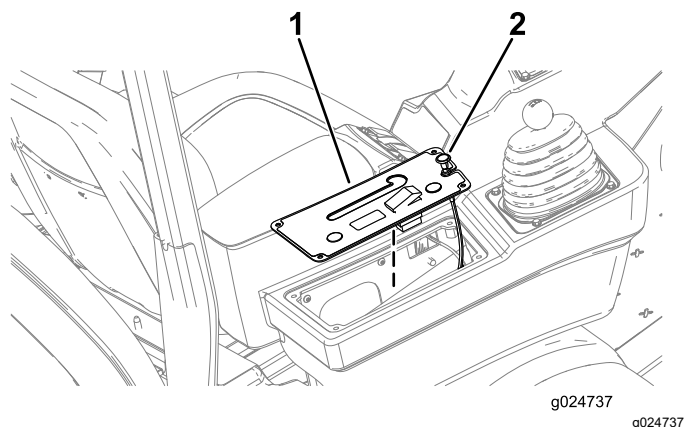

図 14
3. コントロールパネルのカバーとチョークコントロールを持ち上げる 図 14。